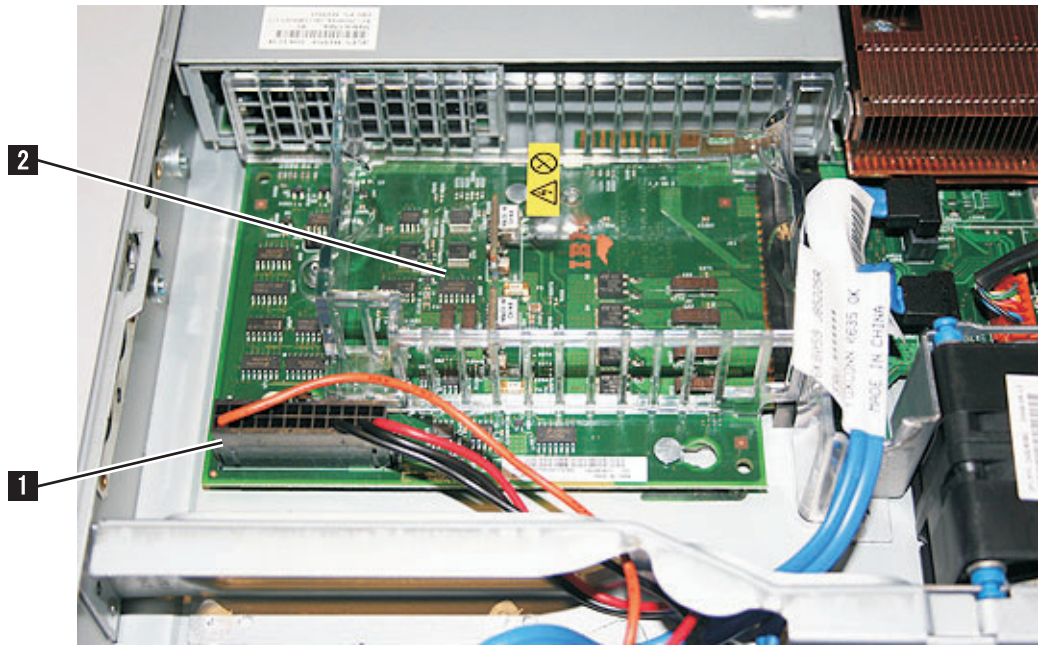

図 284. SAN ポリユーム・コントローラー 2145-8G4 システム・ボードのディスク電源ケーブル・コネクタおよび電源バックプレーン
- これで、すべてのケーブルがシステム・ボードから取り外されました。電源バックプレーン **2** 上のディスク電源ケーブル・コネクタ **1** は切り離す必要はありません (321 ページの図 284 を参照)。